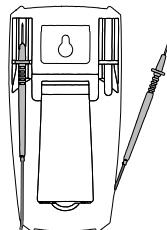

Рис. 6.2
- Использовать для фиксации обеих измерительных щупов в нерабочем состоянии мультиметра (рис. 6.2).